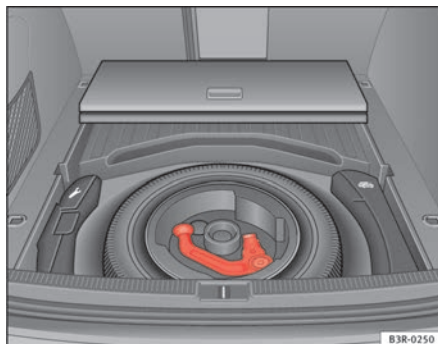

Fig. 156 Bagageira: Roda suplente com dispositivo de reboque
- Nos veículos com roda suplente ⇒ **fig. 156**.